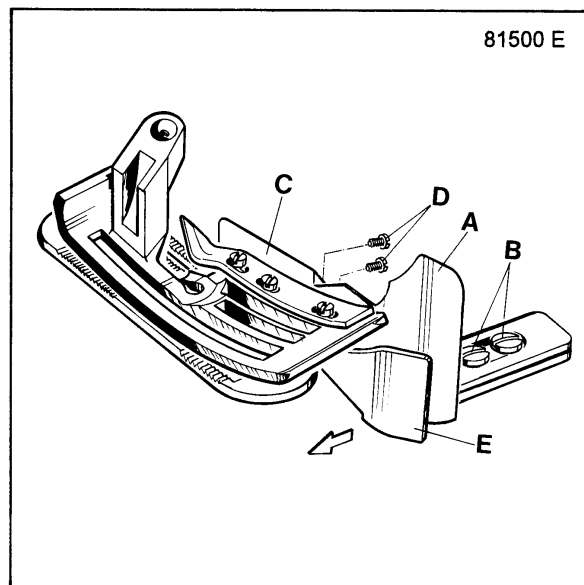

Fig. 6 A
For changing the seam width remove the three screws (F, Fig. 6) and interchange the presser foot tongue (G) with the presser foot tongue for the required seam width. Fasten the tongue with the three screws (F). Set the edge guide (A) laterally as close as possible to the presser foot tongue without contacting it.
Stellen Sie die Kantenführung (A, Fig. 6 und 6A) seitlich so dicht wie möglich an den Drückerfuß, ohne diesen zu berühren. Nach Lösen der beiden Schrauben (B) kann die Kantenführung (A) seitlich verschoben werden. Ziehen Sie die Schrauben wieder an.
Stellen Sie die Stichzunge (C, Fig. 6 und 6 A) so, daß der hintere Teil der Fadenschlinge über die Zunge auf das Nähgut gleitet, während der vordere Teil der Schlinge so lange zurückgehalten wird, bis die Nadel sicher in die Schlinge eingestochen hat. Nach Lösen der Schrauben (D) kann die Stichzunge (C) nach vorne oder hinten verschoben werden. Wird die Stichzunge nach hinten verschoben, wird der vordere Teil der Fadenschlinge länger zurückgehalten. Ziehen Sie die Schrauben (D) wieder an.
Stellen Sie die einstellbare Kantenführung (E, Fig. 6 A) so weit nach links, daß die Kanten der zusammengenähten Stoffbahnen stumpf aneinanderliegen, wenn die Naht aufgeklappt wird!